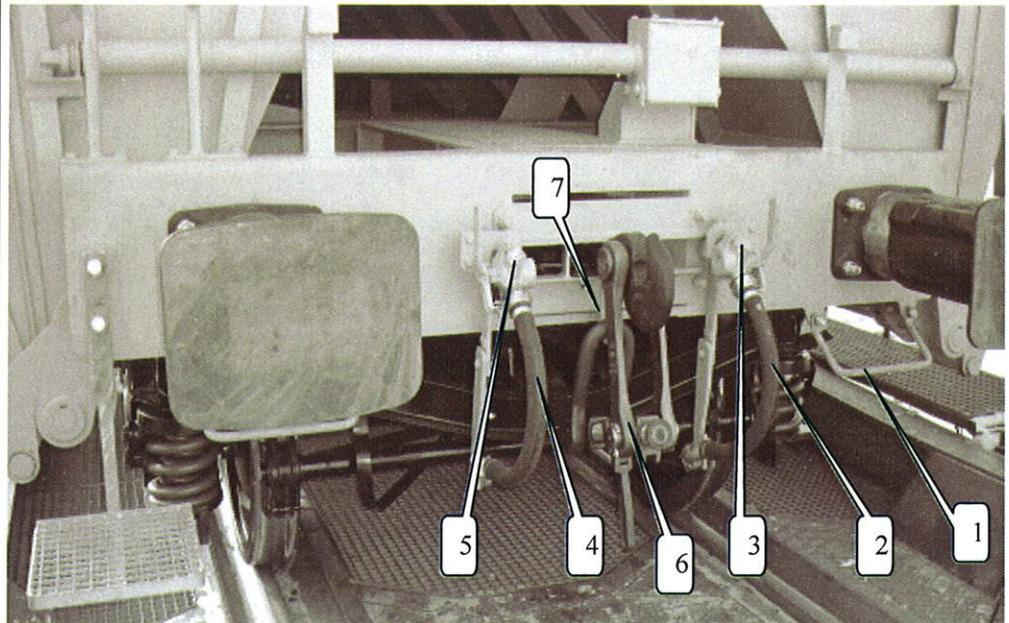

Bild 16 – Schraubenkupplung
<p>4.1 Beim Kuppeln und Entkuppeln der Wagen - Bild 16:</p> <ul style="list-style-type: none"> - mit dem Griff, angebracht unter dem Puffer (1) - mit Schlauchkupplungen der pneumatischen Klappenbetätigung (2) - mit Kupplungshähnen der pneumatischen Klappenbetätigung (3) - mit Schlauchkupplungen der Bremse (4) - mit Kupplungshähnen der Bremse (5) - mit der Schraubenkupplung (6)
Eine nicht benutzte Schraubenkupplung muss am Aufhängehaken, der an jedem Wagen an der Führung des Zughakens angebracht ist (7), eingehängt werden (siehe Abbildung 16). Ist der Aufhängehaken beschädigt oder fehlt, muss der Kuppler die lose Schraubenkupplung auf die kleinstmögliche Länge nachziehen, damit die Begrenzungslinie des Wagens nicht überschritten wird. Das freie Kupplungsende darf nicht tiefer als 140 über SO hängen!